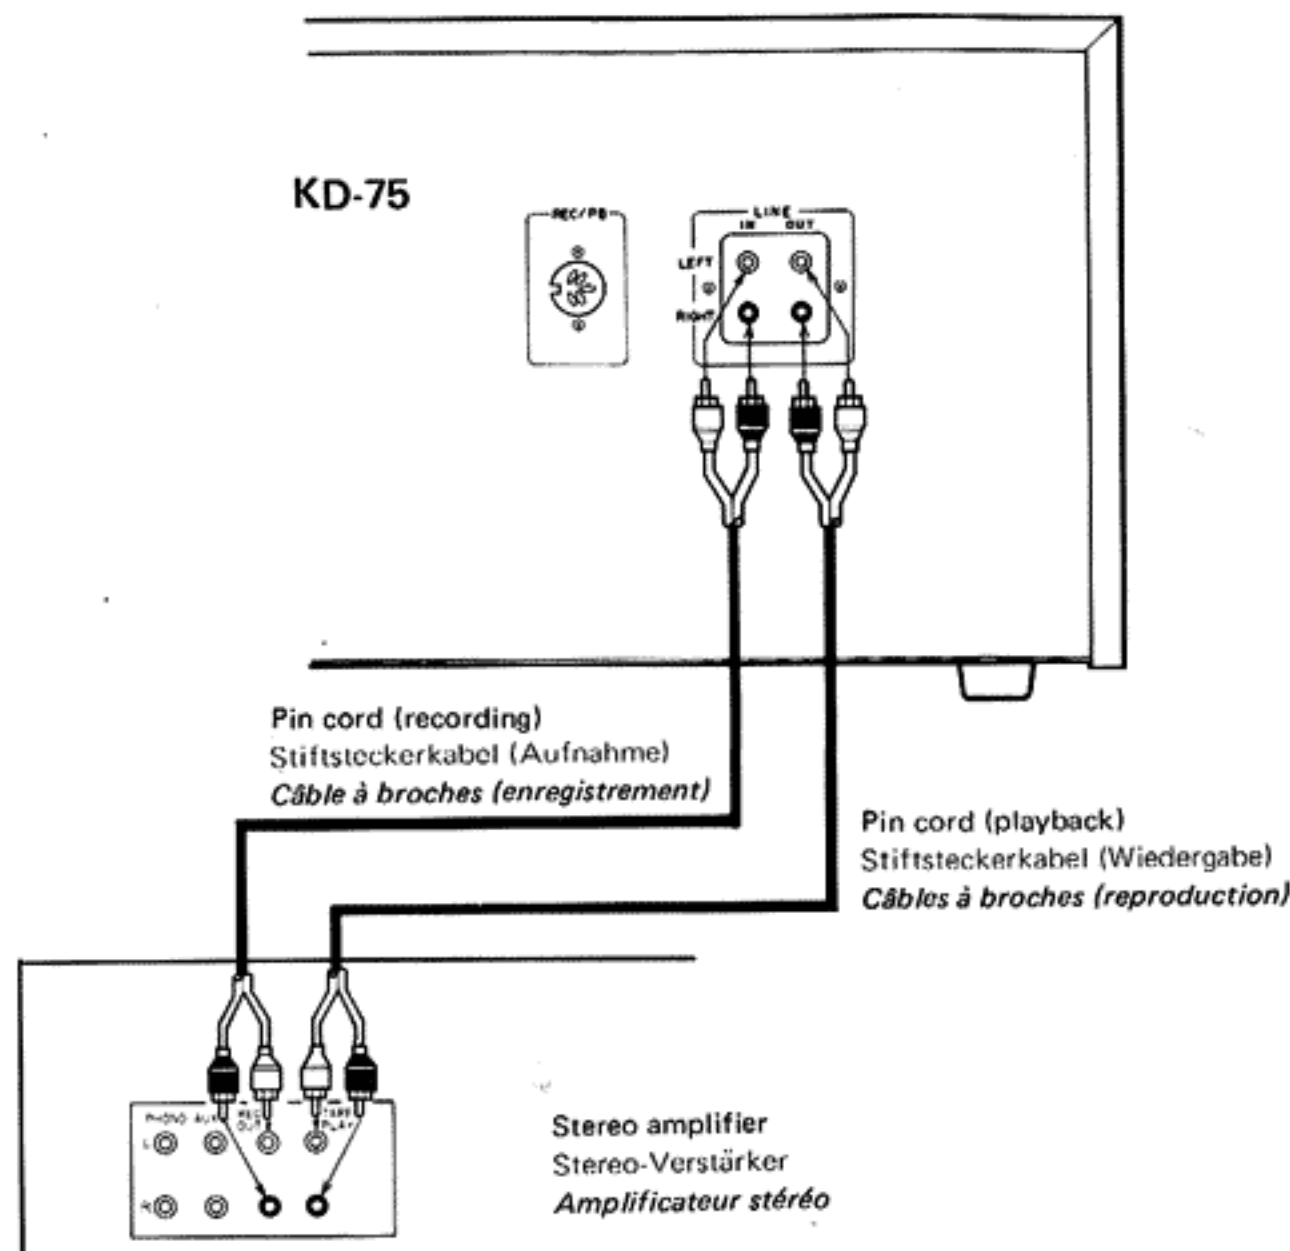

Fig. 5
1. Connecting to a stereo amplifier with pin cords (Fig. 5)
1. Anschluß an einen Stereo-Verstärker mit Stiftsteckerkabeln. (Fig. 5)
1. Raccordement à un amplificateur stéréo avec les câbles à broches. (Fig. 5)